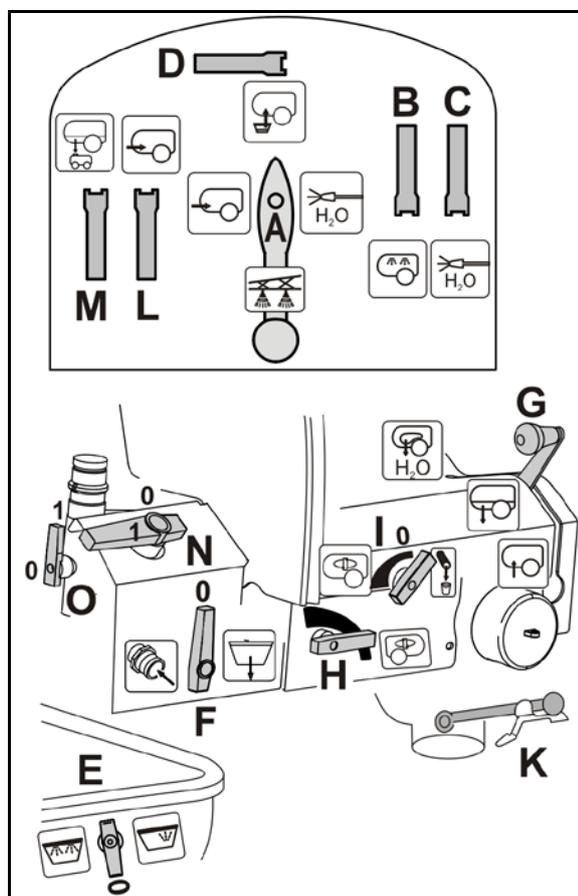

Fig. 149
2. Retirar el filtro de descarga (Fig. 149/1) y limpiar con agua.